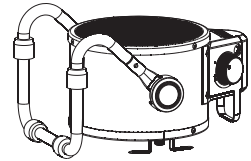

Figura 5
3. Asegúrese de que la pata está bien montada (Figura 5).